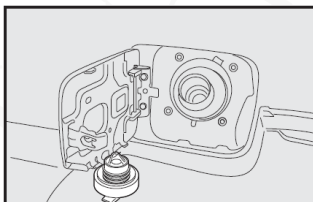

fig. 127
- Luego de retirada la tapa de su alojamiento, colóquela en el soporte sobre la compuerta fig. 127.